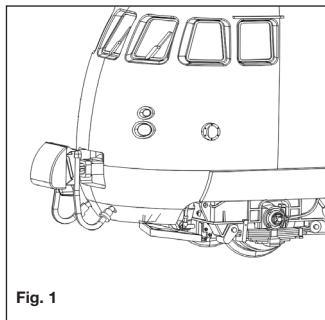

Fig. 1
**D** VT 12.5 Triebwagen und Steuerwagen sind mit einer Nachbildung der Scharfenbergkupplung (Schaku) ausgestattet. Die vormontierte Kupplungsabdeckung kann einfach abgezogen werden. Damit ist ein Betrieb mit wahlweise offener oder abgedeckter Schaku möglich (Fig. 1 und 2).